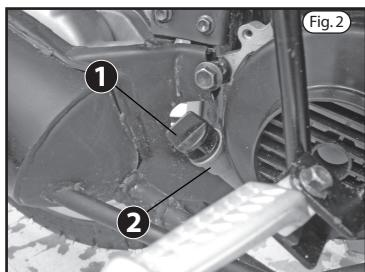

Fig. 2
- Svitare ed estrarre il tappo ad astina di misura 1 (fig. 2).
- Unscrew and take out the measuring tap-dipstick 1 (fig. 2).
- Dévisser et extraire le bouchon jauge de mesure 1 (fig. 2).
- Den Deckel mit Ölmessstab 1 (Abb. 2) ausschrauben und herausziehen.
- Desenroscar y extraer el tapón varilla de medición 1 (fig. 2).